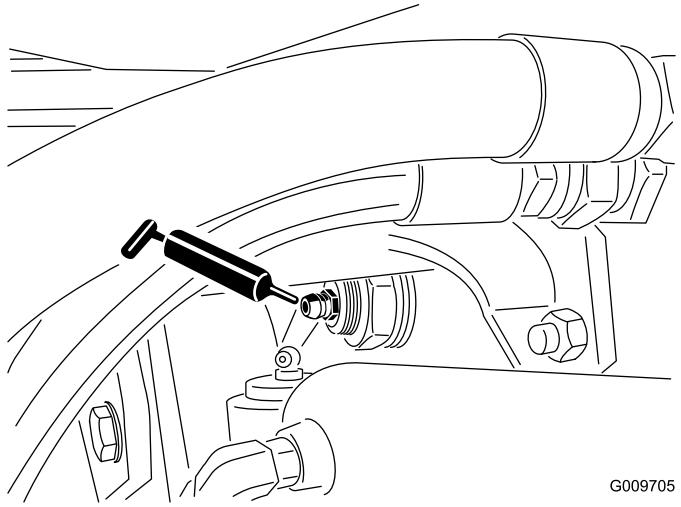

Figura 68
- Boccole orientabili (2) dell'assale posteriore (Figura 68)